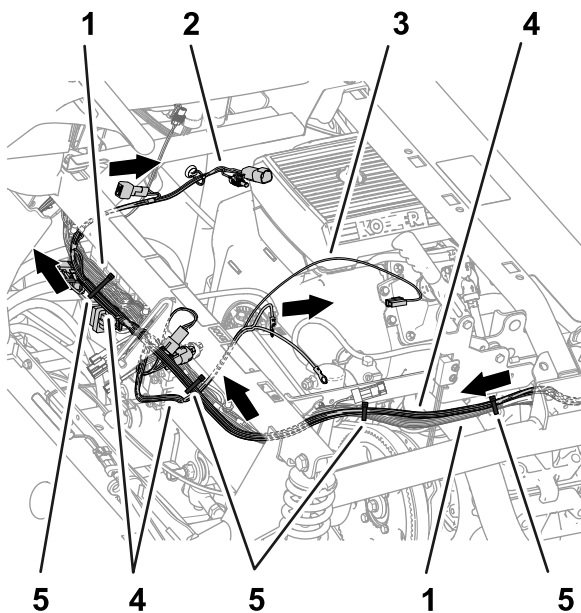

Figure 82
5. Acheminez les branches de 84 cm, 60 cm et 66 cm du faisceau du kit transversalement sur le tube de support amortisseur, comme montré à la Figure 82.
- Fixez le faisceau du kit au faisceau de la machine, comme montré à la Figure 80, la Figure 81 et la Figure 82.